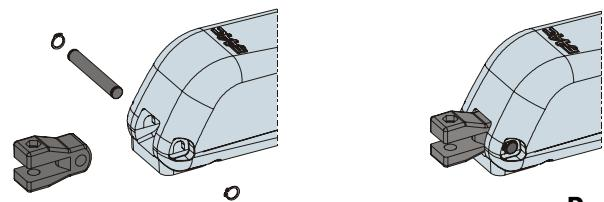

Рис. 8
2) Закрепите задний фиксатор на приводе, как показано на Рис.8